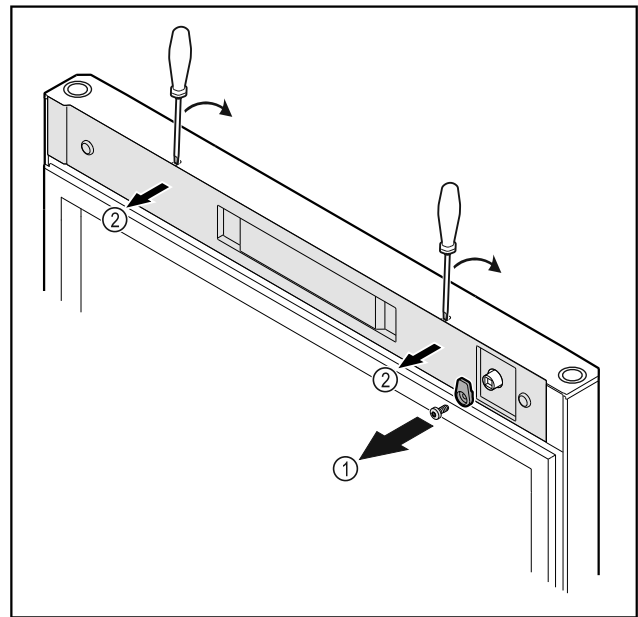

Fig. 10
- ▶ Desatornillar el gancho de cierre Fig. 10 (1).
- ▶ Desencajar la cubierta Fig. 10 (2) con un destornillador pequeño y retirarla.